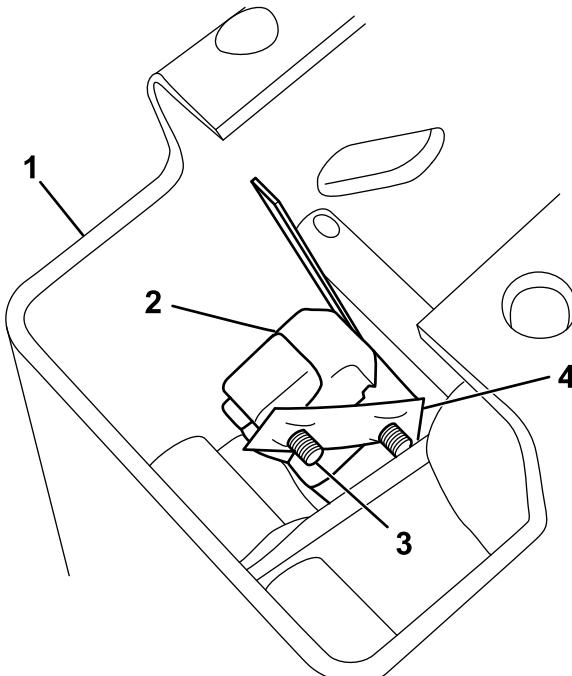

図 2
- シフトアセンブリの右側にスイッチを取り付けるねじ#4 x 3/4"2本とスピードナットを使用する図2。